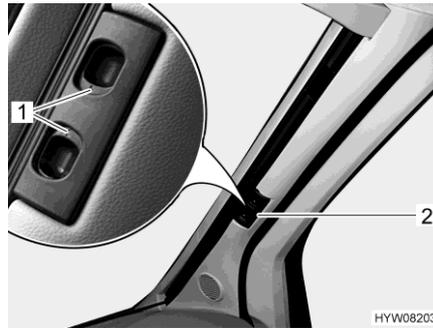

Bild 109 Faltverdunklung (Frontscheibe)
- Entriegelungsgriffe (Bild 109,1) zusammendrücken und gedrückt halten.
- Die Faltverdunklung für die Frontscheibe am Griff (Bild 109,2) zur Fenstermitte hin ziehen.
- Die beiden Hälften der Faltverdunklung für die Frontscheibe am Griff (Bild 109,2) bis zum Anschlag nach außen schieben. Griff dabei auf die Höhe der Verriegelungsaussparung anheben.
- Entriegelungsgriffe (Bild 109,1) loslassen und einrasten lassen.